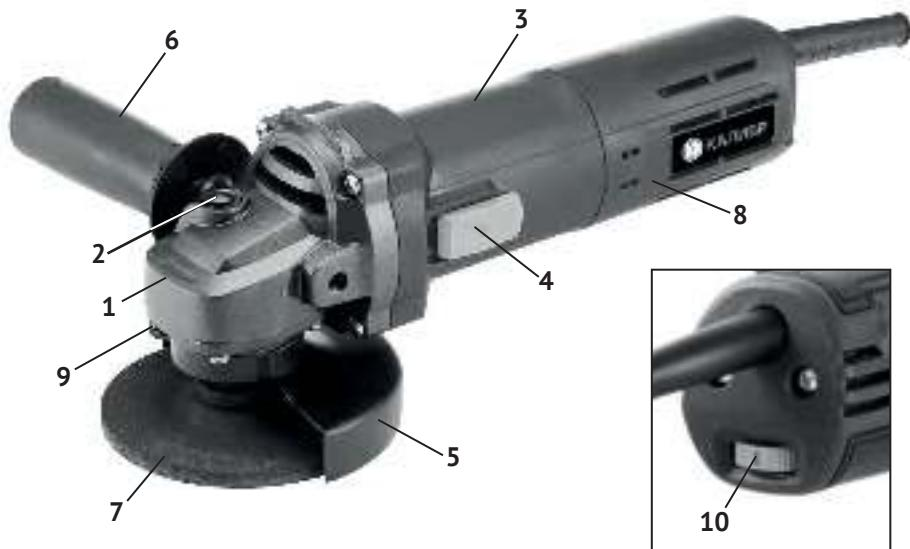

рис. 1
1.6 Общий вид шлифмашины схематично представлен на рис.1
1.7 Шлифмашина состоит из коллекторного двигателя в пластиковом корпусе (рис.1 поз.3) и редуктора, расположенного в металлическом корпусе (рис.1 поз.1). Крутящий момент с якоря электродвигателя через редуктор из 2-х конических шестерён, под углом 90° передаётся на шпиндель. На резьбу (M14) шпинделя крепится рабочий инструмент (отрезной, полировальный круг рис.1 поз.7). Шлифмашина комплектуется дополнительной рукояткой (рис.1 поз.6), с возможностью крепления к корпусу редуктора в 2-х позициях (справа или слева), и металлическим защитным кожухом (рис.1 поз.5).
1.8 Ползунок выключателя (рис.1 поз.4) расположен слева на корпусе двигателя, смещён вперёд, к редуктору. Второй рукой, при помощи боковой рукоятки, круг с высокой точностью и под нужным углом направляется на обрабатываемое изделие.
Ползунок выключателя (рис.1 поз.4) имеет два фиксированных положения: вперёд «I» - включено; назад «0» - выключено (стандарт МЭК 60417). Для включения двигателя в режим постоянной работы, сдвинуть ползунок вперёд и, нажав на его переднюю часть, зафиксировать в корпусе двигателя. Для отключения двигателя - нажать на заднюю часть ползунка (для расфиксации), пружиной он вернётся в исходное положение «0» - выключено.
Диском (рис.1 поз.10) регулятора оборотов изменяется скорость вращения шпинделя в пределах от 0 до 11000 об/мин. Это позволяет выбрать оптимальный режим работы, в зависимости от материала обрабатываемого изделия, и рабочего инструмента.
- установить боковую рукоятку (рис.1 поз.6) в удобное для работы положение;
- ослабив болт крепления (рис.1 поз.9), повернуть защитный кожух (рис.1 поз.5) вокруг оси шпинделя в положение, при котором он будет закрывать большую часть рабочего круга, обращённого к оператору;
3.2 Для замены щёток необходимо снять заднюю крышку двигателя (рис.1 поз.8), открутив винты крепления, извлечь из щёткодержателей использованные щётки и заменить их новыми. Щётки следует заменять парой для обеспечения равной степени их давления на коллектор якоря.